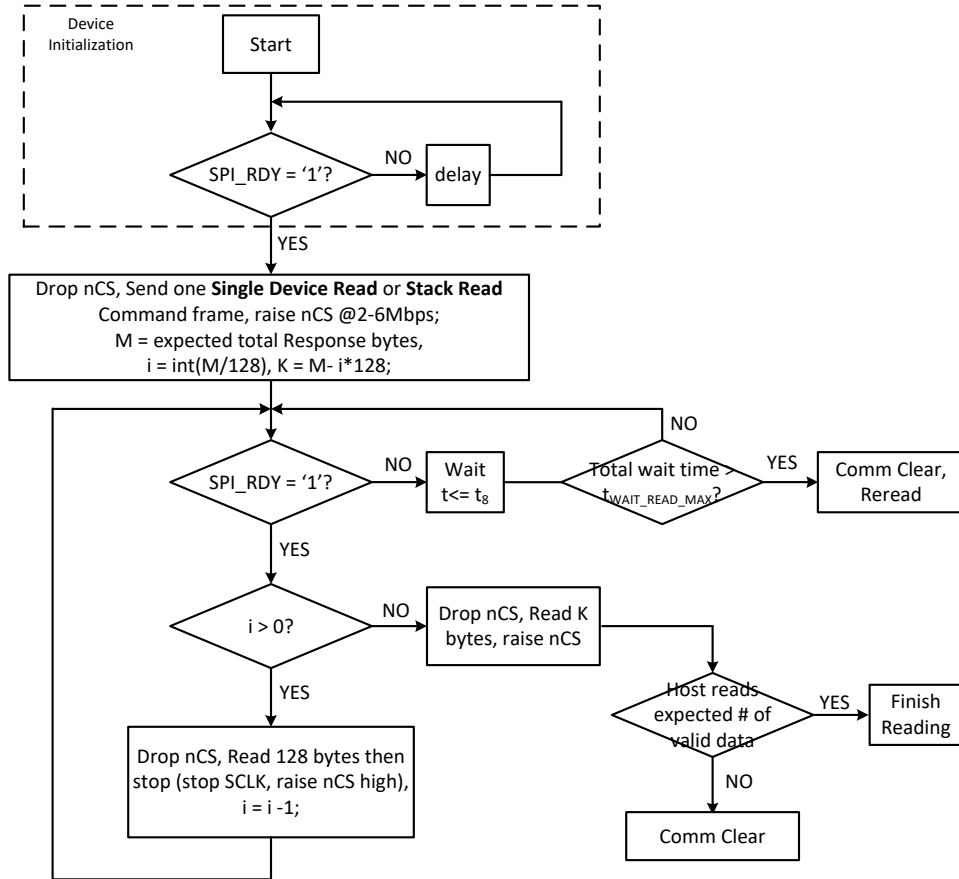
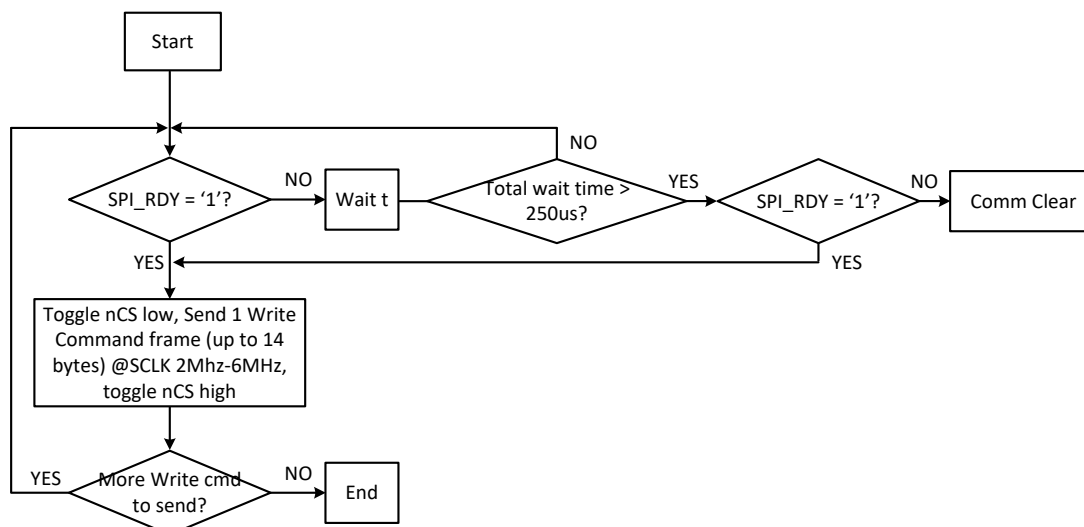

图 7-16. Flow Chart to Read from Device
图 7-17. Flow Chart to Send Write Command Frame to Device
- 为避免菊花链接口上的冲突，MCU 必须等到接收到所有预期的响应帧 ( 或等待计时器到期 ) 后再向 BQ79600 发送另一个命令帧。请参阅图 7-16 中的流程图。
User shall follow flow chart 图 7-16 to do read from device and 图 7-17 to do write to device activities.
- SPI\_RDY 为低电平超过预期时间，即 READ 模式中的  $t_{\text{SPI\_RD\_WAIT\_MAX}}$  (图 7-16)，而在将写命令帧发送到器件时为 220  $\mu\text{s}$ 。请勿在此等待时间结束前发送 Comm Clear 命令。